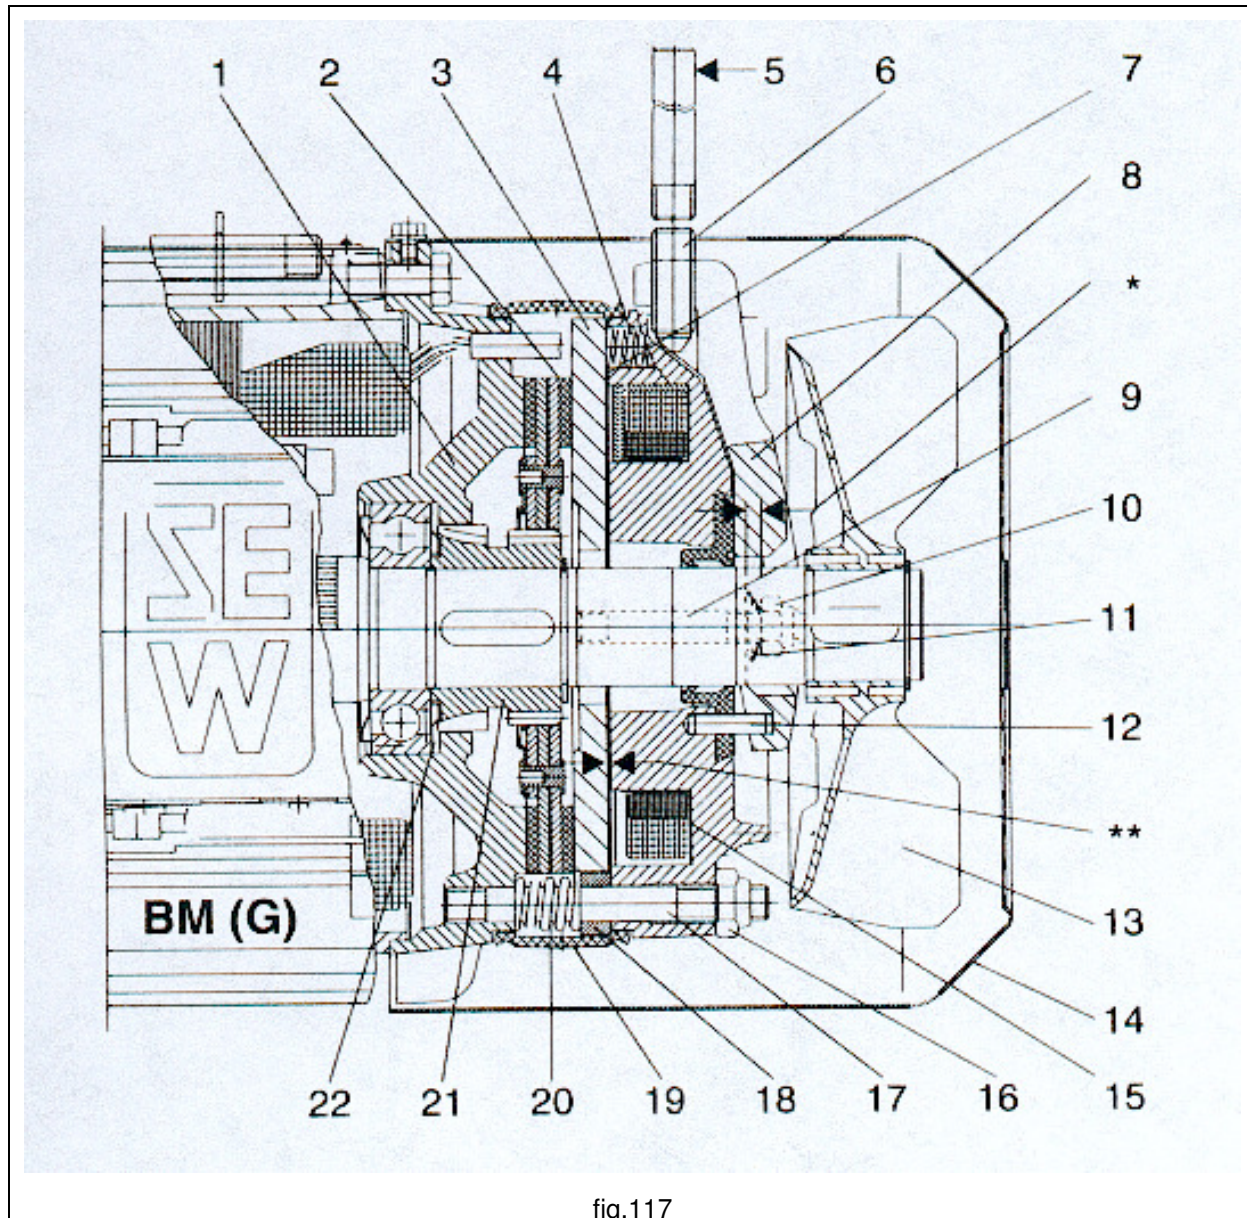

fig.117
- Quando il traferro supera il valore massimo indicato (fig.117) occorre regolare il freno con il seguente procedimento:
- La coppia di frenatura può essere modificata, mediante montaggio di differenti quantità e tipi di molle, come di seguito descritto (fig.117):